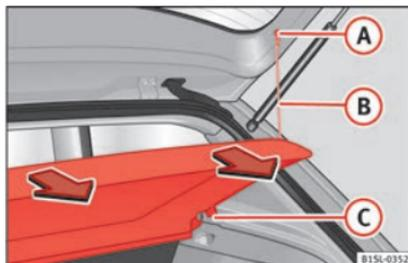

Fig. 137 Na bagageira: desmontar e montar a chapeleira da bagageira.
- Desengatar os tirantes »» **Fig. 137 (B)** dos alojamentos **(A)**.